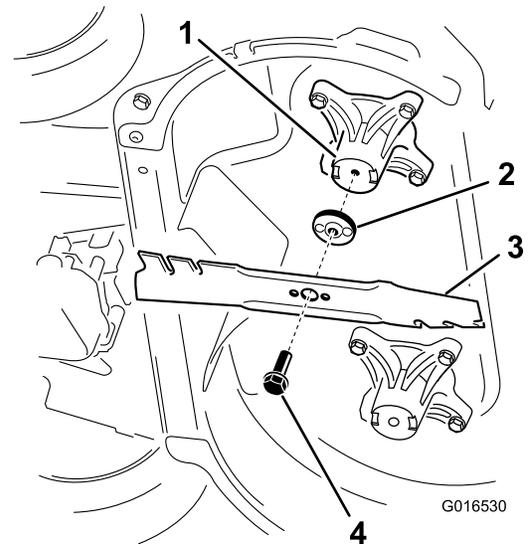

Bild 45
2. Entfernen Sie jedes Messer, siehe Bild 45.
1. Montieren Sie das erste Messer so, dass es horizontal ist, und alle Befestigungen, wie in **Bild 45** dargestellt.